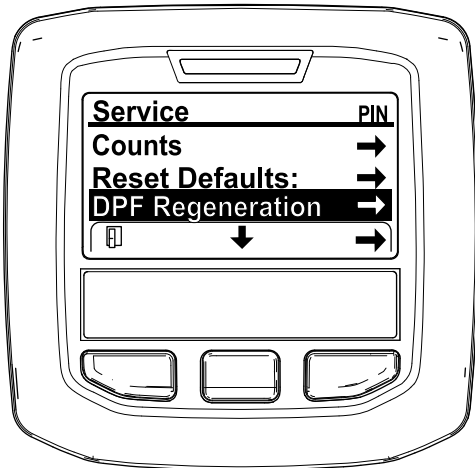

Figura 43
3. En el MENÚ MANTENIMIENTO, pulse el botón central hasta que aparezcan las opciones de RESTAURACIÓN DEL FPD y pulse el botón derecho para seleccionar la opción MANTENIMIENTO (Figura 43).